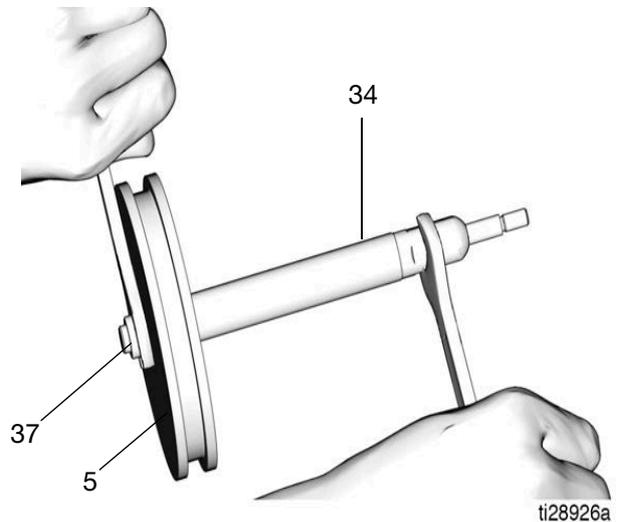

FIG. 31
7. Installare il dado (37) sull'estremità dell'asta del pistone (34). Utilizzare due chiavi lavorando in direzioni opposte per serrare il dado. Utilizzare una chiave a forchetta sulle parti piatte dell'asta del pistone e la seconda chiave per serrare il dado come mostrato in FIG. 31. Serrare a una coppia di 17,6 a 20,3 N•m (13 - 15 ft. lb).